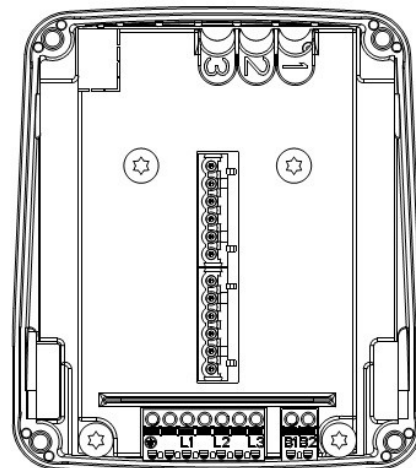

Рисунок 5. Электронное устройство без переключателя скорости
Каждый насос способен работать в некотором диапазоне трех гидравлических параметров. Для этого он оснащен встроенным электродвигателем с тремя скоростями вращения. Для достижения выбранных характеристик скорости ^① ^② ^③ на насосе расположен переключатель скоростей (рисунок 5). Для изменения скорости верхнюю крышку необходимо снять (рисунок 1 – ПОЗ. 2), затем переместить переключатель на требуемую скорость.